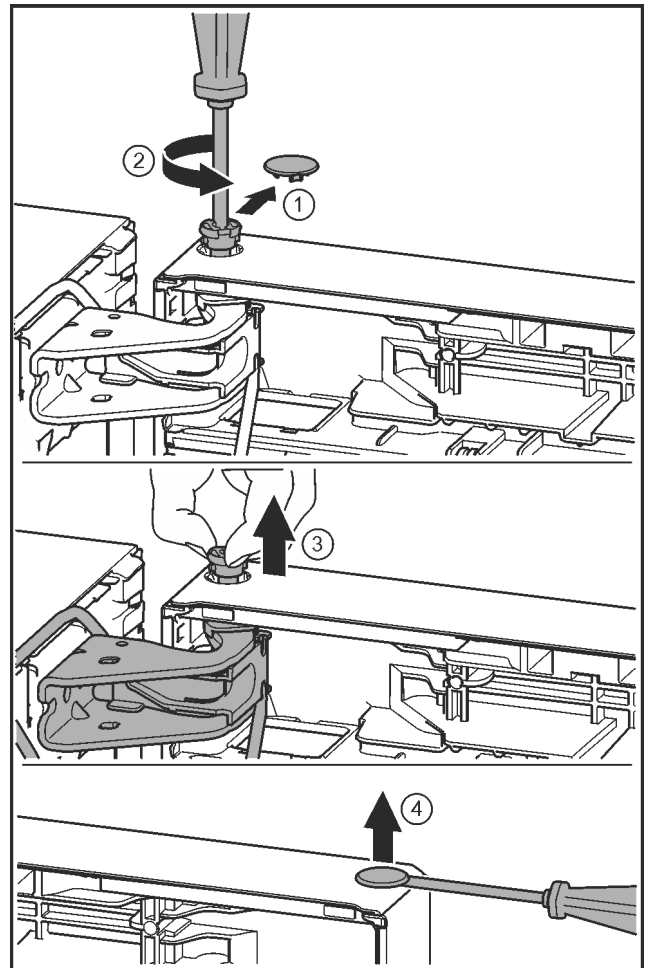

Fig. 26
- ▶ Veiligheidsafdekking voorzichtig eraf trekken. *Fig. 26 (1)*
- ▶ Bout met schroevendraaier T15 een stukje eruit draaien. *Fig. 26 (2)*
- ▶ De deur vasthouden en de bout met de vingers eruit trekken. *Fig. 26 (3)*
- ▶ Stop voorzichtig met een sleufschroevendraaier uit de lagerbus van de deur optillen en eruit trekken. *Fig. 26 (4)*